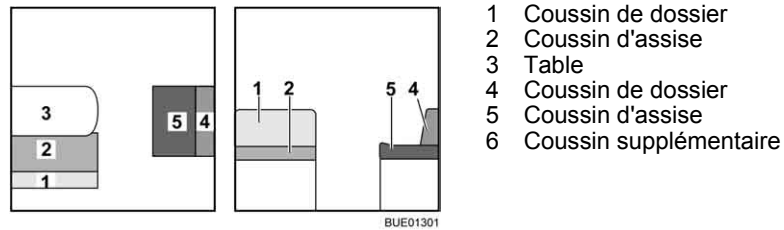

Fig. 124 Avant la transformation
- Convertir la table (Fig. 124,3) en sommier de lit (voir paragraphe 6.10).
- Enlever le coussin de dossier (Fig. 124,1) et le placer de côté.